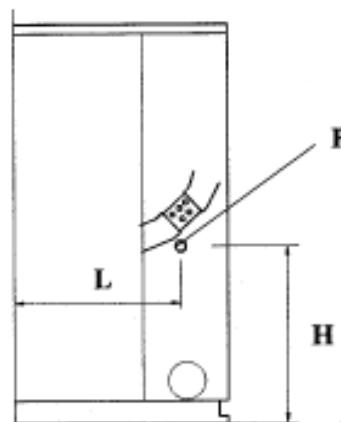

fig. 24
(Refer to Connection technical sheet of the corresponding model for connection dimensions (*fig. 24*)).
(Refer to Connection technical sheet of the corresponding model for connection dimensions (*fig.24*))
- Remove the tube caps and connect the hoses to the nipples on the manifold (*fig. 24*).
(Ver Hoja Técnica de Conexiones del modelo correspondiente para cota de conexión. (*fig. 24*))
- Retirar los tapones de goma y conectar los conductos a las tetinas del colector (*fig. 24*).
(Voir Feuille Technique de Raccordements du modèle correspondant pour cote de raccordement. (*fig.24*))
(Voir Feuille Technique de Raccordements du modèle correspondant pour cote de raccordement. (*fig. 24*))
- Enlever les bouchons en caoutchouc et raccorder les tuyaux aux tétines du collecteur (*fig. 24*).